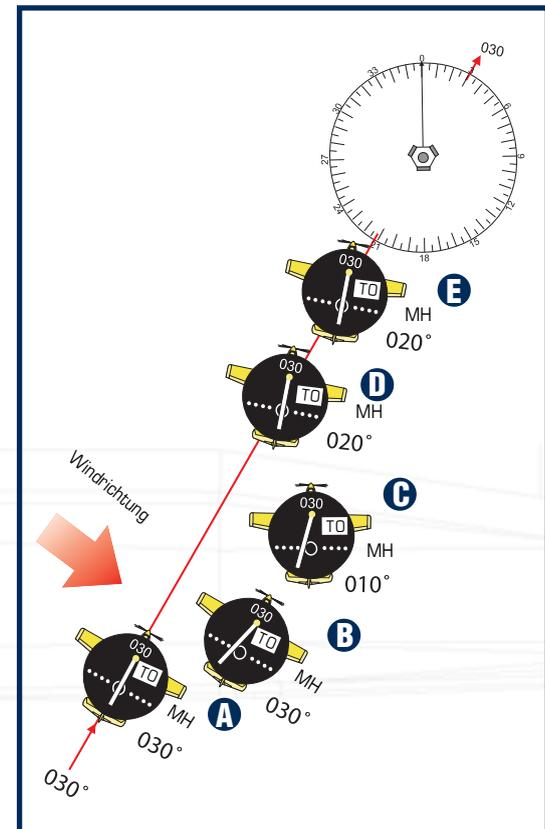

Abbildung 12-11
1. Erkennen der Windeinwirkung auf das Flugzeug. In Abbildung 12-11 hat Flugzeug A gerade den 030 Grad-Kurs zur VOR-Station aufgenommen. Bei Windstille könnte Flugzeug A einen 030 Grad-Steuerkurs halten und mit zentrierter Nadel zur VOR-Station fliegen. Bei etwas Wind würde Flugzeug A jedoch mit Sicherheit vom Kurs abweichen. Das Bestimmen der Windrichtung und die Durchführung der entsprechenden Korrektur sind für eine erfolgreiche Navigation sehr wichtig.
2. Wiederaufnehmen des Kurses. Schlägt die Nadel nach links aus, befindet sich der ausgewählte Kurs wie bei Flugzeug B auf der linken Seite. Das Flugzeug weicht rechts vom Kurs ab (was bedeutet, dass der Seitenwind von links kommt). Sobald Sie die Windrichtung bestimmt haben, müssen Sie zuerst wieder auf den Kurs gehen, bevor Sie die Windeinwirkung ausgleichen können. Sie kommen zurück auf Kurs, indem Sie wie bei Flugzeug C in Abbildung 12-11 eine 20 Grad-Kurve fliegen. (Bei starken Winden ist es manchmal erforderlich, eine 30 bis 40 Grad-Kurve zu fliegen.)
gesehen hat (obwohl der letzte Film so schlecht war, dass ich gehen musste. Leider lief er im Fernsehen, so dass ich meine eigene Wohnung verlassen habe). Sobald Sie sich auf dem Kurs befinden, drehen Sie das Flugzeug so, dass es 10 Grad gegen den Wind zeigt. (Dies bedeutet, dass der Kurs jetzt wie bei Flugzeug D in Abbildung 12-11 bei 020 Grad liegt.) Haben Sie Geduld. Warten Sie ab, was passiert.